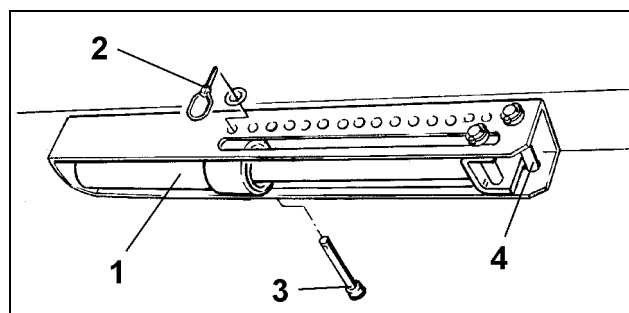

Fig. 75
Luk hydraulikcylindren (Fig. 75/1) ved hjælp af en enkeltvirkende styreventil på traktoren (se Kap.7.2). Styreventilen må kun betjenes fra førerkabinen.
To bolte (Fig. 75/3 og Fig. 75/4) sidder som stop for hydraulikcylinderen (Fig. 75/1) i indstillingsrammen. Hydraulikcylinderens stop går imod boltene (Fig. 75/3), når der ikke er tryk på cylinderen, og går mod boltene (Fig. 75/4), når der er tryk på hydraulikcylinderen.
- Hydraulikcylinderen (Fig. 75/1) sættes under tryk
- Boltene (Fig. 75/3) sættes i et hul i hulskinnen og sikres med en ringsplit (Fig. 75/2).